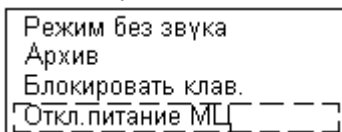

Рисунок 1.14 – Окно выключение МЦ
1.6.3 В МЦ предусмотрено окно быстрого доступа, рисунок 1.14, содержащее опции:
- нажать на кнопку «On» до появления окна быстрого доступа, рисунок 1.14;